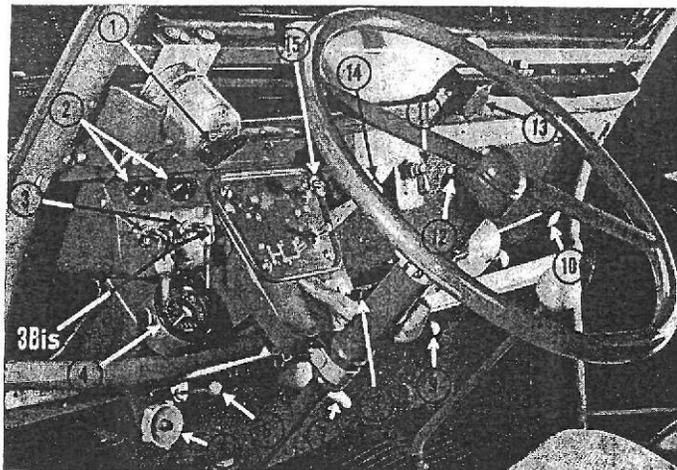

FIG. 7. — TABLEAU DE BORD
**Mettez le contact sur le moteur avant (3) fig. 7 (le voyant rouge (2) fig. 7 doit s'allumer).**
Avec la main gauche appuyez sur le bouton-poussoir (3 bis) fig. 7 à droite du contact et avec la main droite tirez le starter (15) fig. 7 (face au conducteur).
## Avertisseurs et phares (10) fig. 7
Tout en roulant, vous trouverez facilement le bon réglage en tournant le bouton cranté 5 (fig. 7). Vous diminuerez la portée de l'éclairage en le tournant dans le sens des aiguilles d'une montre; vous l'augmenterez en le tournant en sens inverse.
### Frein à main (7) Fig. 7
## **Essuie-glace électrique (1) Fig. 7**
L'essuie-glace fonctionne même lorsque la voiture est à l'arrêt. Pour l'actionner tournez le bouton dans le sens de la marche (M), figure 7.
## **Indicateur de braquage (12) Fig. 7**
## **Commande des indicateurs de direction (11) Fig. 7**